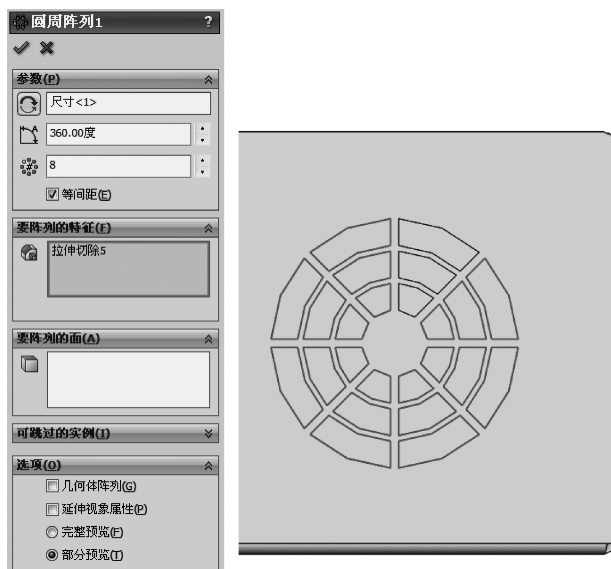

图 14-19 生成特征圆周阵列
3) 单击【特征】工具栏中的 (圆周阵列) 按钮, 在【属性管理器】中弹出【圆周阵列】属性设置。在【参数】选项组中, 单击 (阵列轴) 选择框, 选择草图中角度尺寸作为阵列基准, 设置 (实例数) 为 8, 选择【等间距】选项; 在【要阵列的特征】选项组中, 单击 (要阵列的特征) 选择框, 在图形区域中选择模型的拉伸切除 5 特征, 单击 (确定) 按钮, 生成特征圆周阵列, 如图 14-19 所示。